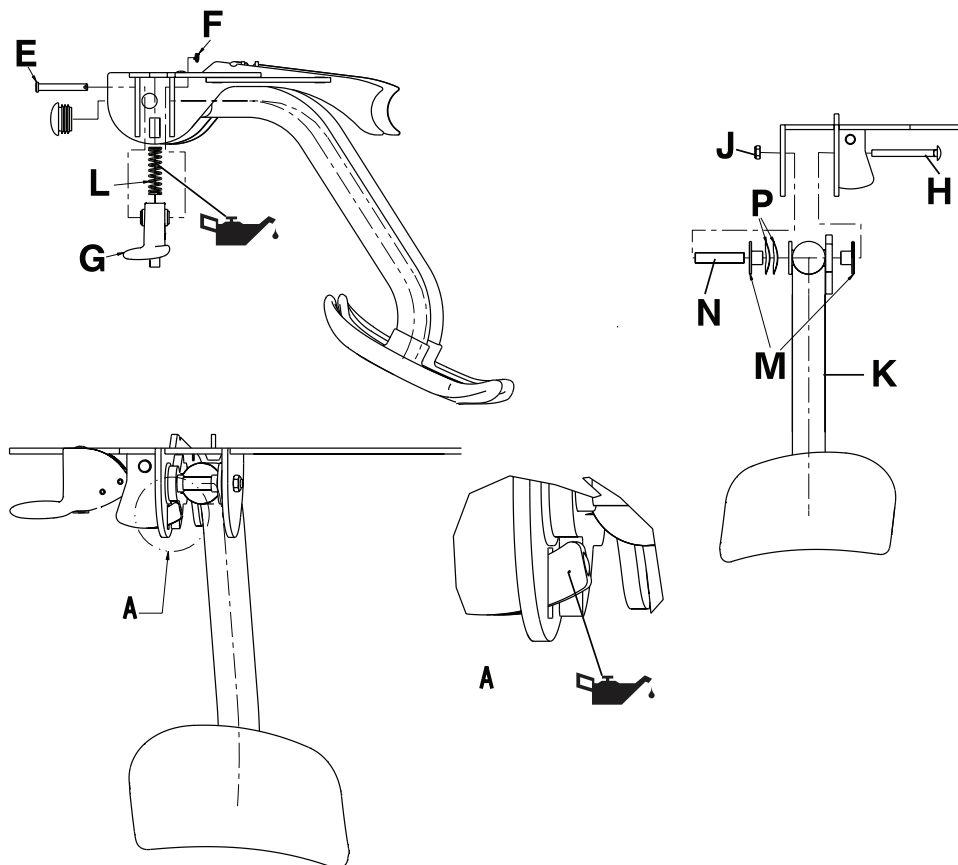

図15-37: レッグレスト構成部品
6. ラジオペンチを使用して、レッグレストの取付けプレート溶接部 (D) の両側にレッグレストのラッチアセンブリ (G) を固定しているRue Ringコッター (F) とクレビスピン (E) を取り外します。レッグレストの取付けプレート溶接部 (D) の両側にあるレッグレストのラッチアセンブリ (G) と圧縮バネ (L) を取り外します (15-59ページの図15-37)。レッグレストのラッチアセンブリ、バネ、Rue Ringコッター、クレビスピンを保管しておきます。
7. 7/16" スパナを使用して、レッグレストアセンブリ (K) をレッグレストの取付けプレート溶接部に固定しているナイロック六角ボルト (J) とボルト (H) を取り外します (15-59ページの図15-37)。
8. レッグレストアセンブリを取り外す際に、ワッシャ2個 (P)、ブッシング2個 (M)、レッグレストのピボットスパナー (N) を取り外します (15-59ページの図15-37)。部品はすべて保管しておいてください。
- a. 必要に応じ、圧縮バネ (L) とラッチの先端 (15-59ページの図15-37) に Syntech潤滑油を塗布します。
- b. レッグレストアセンブリに取り付ける前にブッシング (M) をワッシャ (P) 取り付けます。
- 2. 7/16" コンビネーションレンチを使用して、ナイロック六角ボルト (J) を4分の1ずつ締め付けるか緩めのかします。( 15-59ページの 図15-37 )。